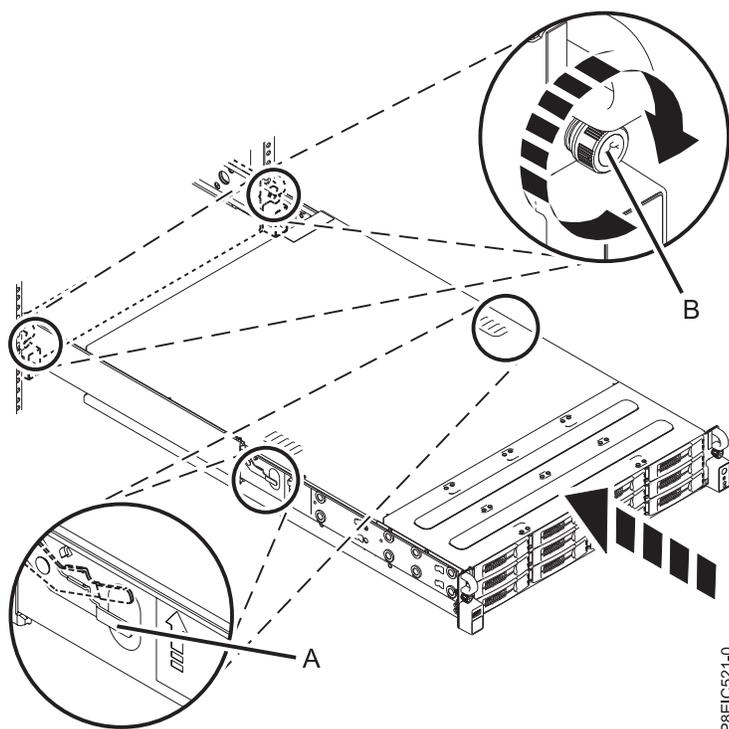

Figura 49. Colocando o sistema na posição de operação
5. Libere as travas de segurança do trilho (A) erguendo-as, conforme mostrado na Figura 49, em seguida, empurre o sistema totalmente para dentro do rack.